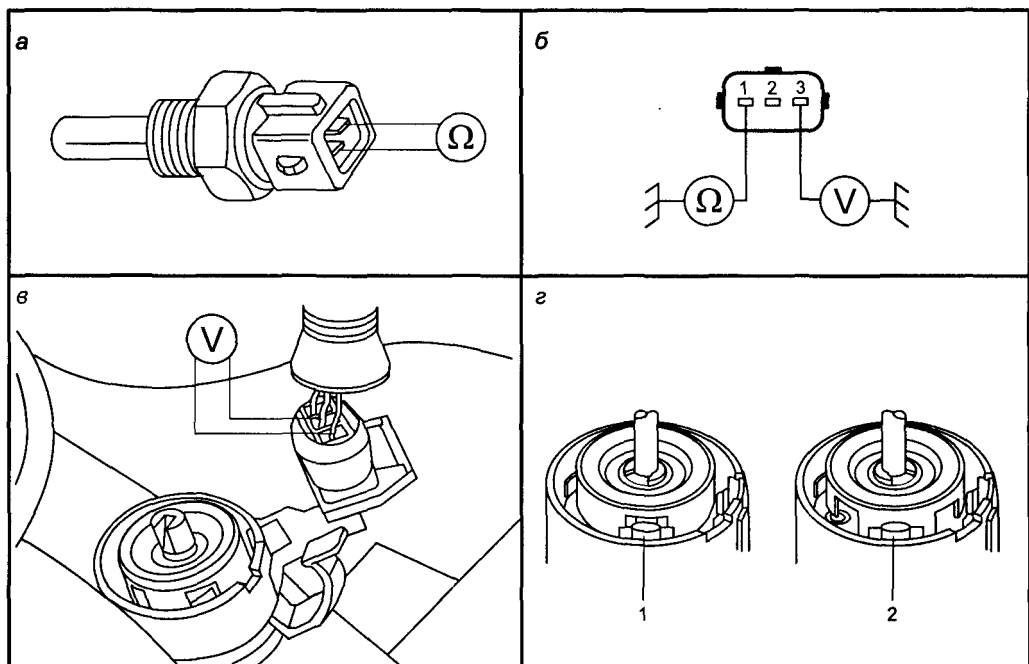

Рис. 2.2.10. Проверка датчиков двигателя
- смоделировать изменение температуры датчика (например, нагревая его в горячей воде) и проверить изменение сопротивления (см. рис. 2.2.10, а и табл. 2.2.6).
- отключить разъем датчика СКР от распределителя зажигания и проверить наличие «земли» на контакте 1 разъема и 12 В на контакте 3, предварительно включив зажигание (см. рис. 2.2.10б);
- вскрыть защитный чехол разъема коммутатора зажигания и подключить вольтметр к контактам 1 и 2 (см. рис. 2.2.10в);
- включить зажигание и, повернув ротор распределителя зажигания (вращая коленвал двигателя), последовательно в позициях 1 и 2 (см. рис. 2.2.10г) снять показания вольтметра. В позиции 1 должно быть 0—0,5 В; в позиции 2 должно быть не менее 4 В.